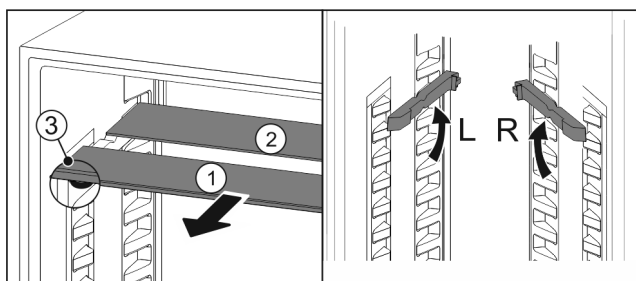

Fig. 97
- ▶ estrarre i ripiani di vetro singolarmente tirando in avanti Fig. 97 (1).
- ▷ Il piano in vetro Fig. 97 (1) con il motivo ornamentale è nella parte anteriore.
- ▷ I fermi Fig. 97 (3) sono rivolti verso il basso.